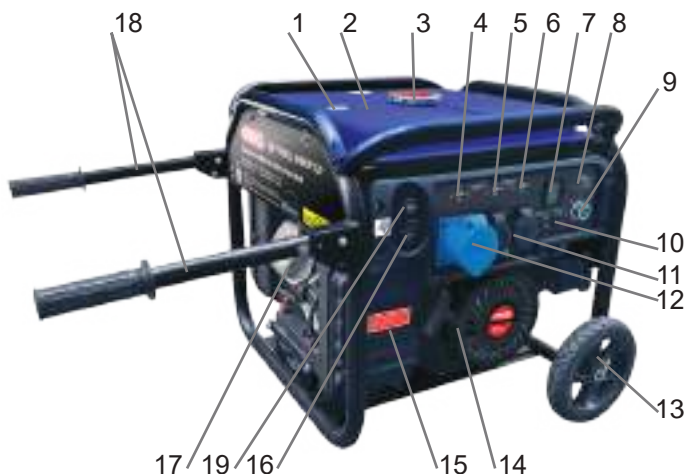

Рис.1 Общий вид SB-7700E2 ИНВЕРТОР
4.3. Основные элементы генератора показаны на рис.1.
7.5.3. При подключении слабой нагрузки включить режим «Эконом», см.рис.1, поз.8